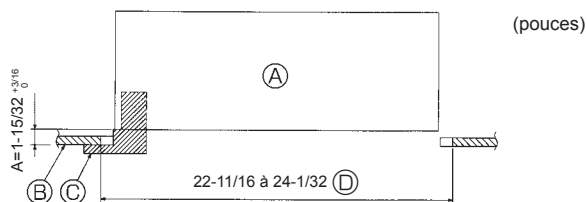

Fig. 10-2
10.2. Préparatifs préalables à la fixation de la grille (Fig. 10-2)
- (A) Appareil principal